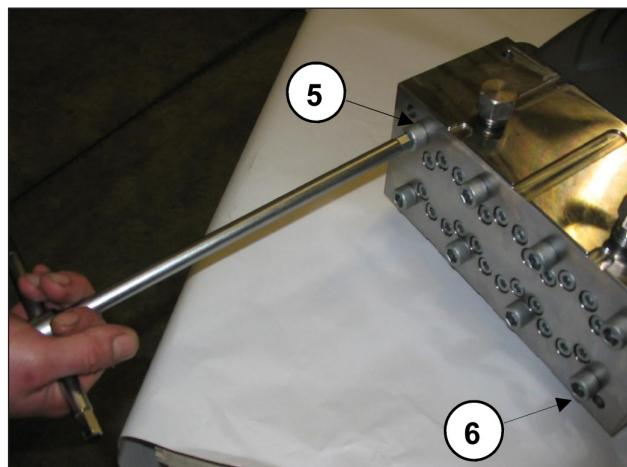
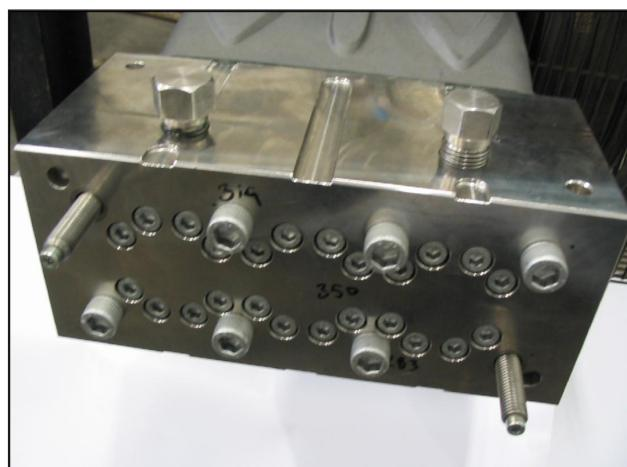

Fig. 17
Fig. 18
- Solte os parafusos de fixação do cabeçote M12x260 nº 5 e nº 6, conforme indicado na Fig. 17, substituindo-o por dois parafusos-tomadas de serviço (cód. 27508200), conforme indicado na Fig. 18. Em seguida, proceda com a remoção dos parafusos restantes.